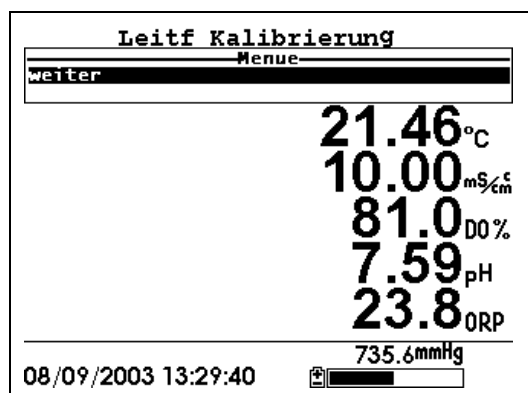

Abbildung 6.6 Kalibriert
9. Beobachten Sie die Anzeige für Gelösten Sauerstoff in %. Drücken Sie **Enter**, wenn der Stand im Verlauf von ca. 30 Sekunden keine wesentlichen Veränderungen aufweist. Auf dem Bildschirm wird angezeigt, dass die Kalibrierung angenommen wurde und es erscheint der Bedienerhinweis, dass es durch nochmaliges Drücken von **Enter** „weiter“ geht. Siehe Abbildung 6.6 Kalibr.